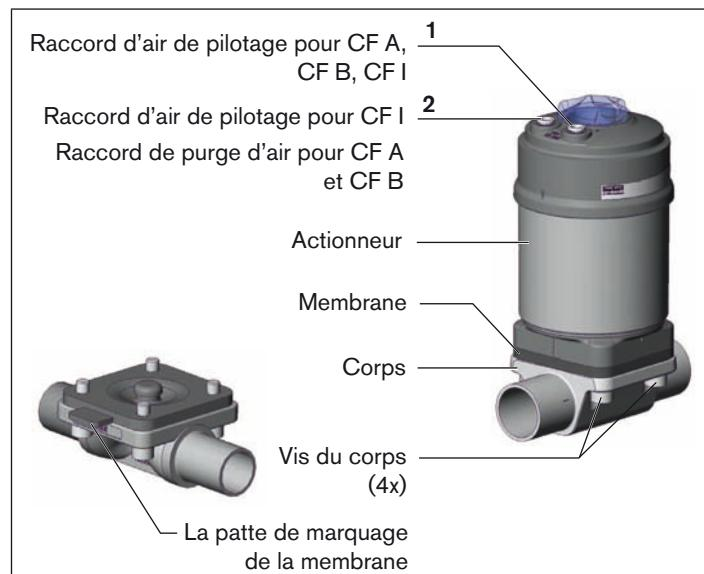

Fig. 33 : Maintenance
La patte de marquage de la membrane doit être perpendiculaire au sens du débit (voir « Fig. 33 : »).
- Appliquer de l'air comprimé (5 bars) au raccord d'air de pilotage 1 (voir « Fig. 33 : »).